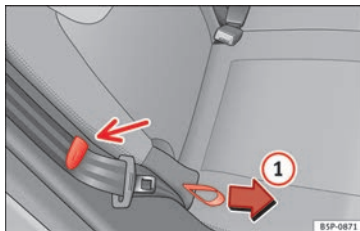

Abb. 81 Umklappen der hinteren Sitze.
- Ziehen Sie an der Schleife auf der Seite des Sitzes »» Abb. 81 ①.
Achten Sie beim Um- bzw. Zurückklappen darauf, dass die seitlichen Sicherheitsgurte am Halter der Verkleidung eingerasten »» Abb. 81, um Beschädigungen durch Einklemmen im Lehnenschloss zu verhindern.